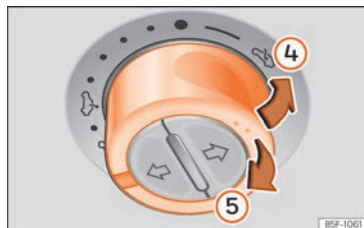

Fig. 111 En el revestimiento interior del techo: pulse el conmutador y tire de él para levantar y bajar el techo.
- Levantar: pulse el conmutador hacia la posición » fig. 111 ④. Para una posición intermedia, mantenga el conmutador accionado hasta alcanzar la posición deseada.
- Bajar: tire el conmutador hacia la posición » fig. 111 ⑤. Para una posición intermedia, mantenga el conmutador accionado hasta alcanzar la posición deseada.
- *Techo de cristal:* antes de que transcurran aprox. 5 segundos desde la activación de la función antiaprisionamiento, mantenga el mando tirado hacia atrás » » » **fig. 111** (flecha **⑤**) hasta que el techo quede completamente cerrado.